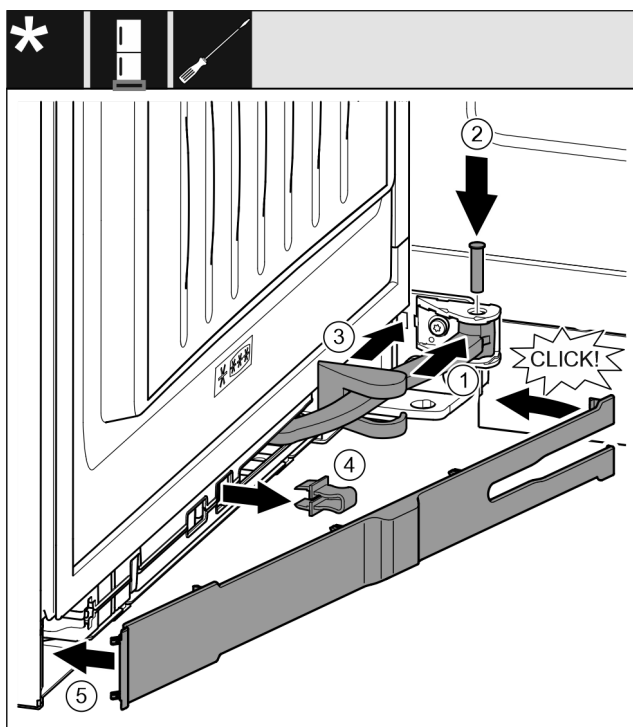

Fig. 47
- ▶ Otočte kloub v závěsu. Fig. 47 (1)
- ▶ Šroubovákem T15 vložte čep do závěsu a kloubu. Přitom dávejte pozor, aby byla zajišťovací vačka správně usazena v drážce. Fig. 47 (2)
- ▶ Posuňte kryt stojanu ložiska podél kloubu a namontujte nad závěsem. Fig. 47 (3)
- ▶ Vytáhněte pojistku. Fig. 47 (4)
- ▶ Nasad'te záslepku na straně madla a sklopte. Fig. 47 (5)